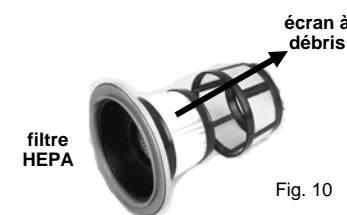

Fig. 10
5. Séparez l'écran à débris de la cartouche-filtre HEPA en agrippant l'écran à débris dans une main, le cadre du filtre dans l'autre et en les tirant pour les séparer. (Fig. 10)